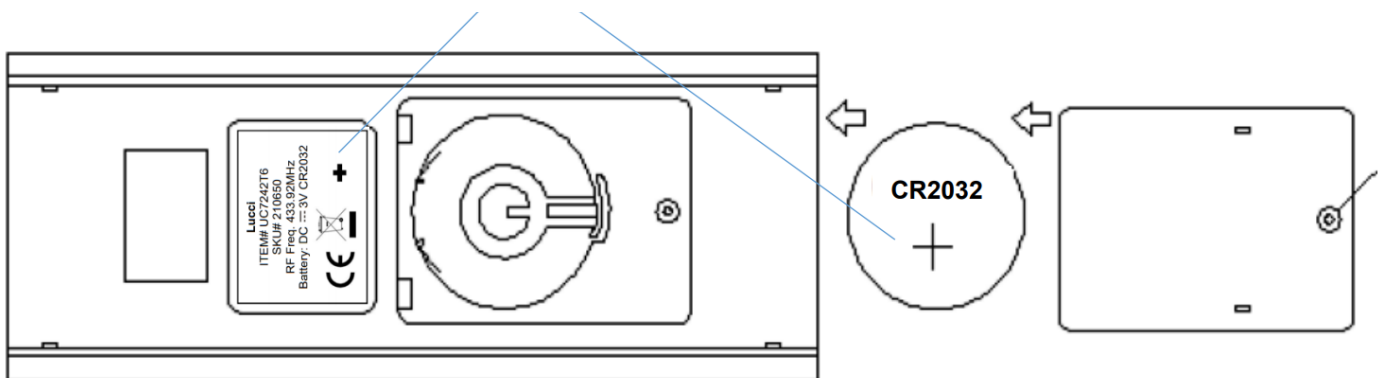

Fig. 11
**INSTALACIÓN DE LA PILA (Fig.11)**
Instale una pila tipo CR2032 de 3V en el compartimento. Asegúrese de que la pila esté colocada en el sentido correcto de la polaridad. (Fig. 11)
- Instale una pila tipo CR2032 de 3V en el compartimento. Asegúrese de que la pila esté colocada en el sentido correcto de la polaridad. (Fig.11)